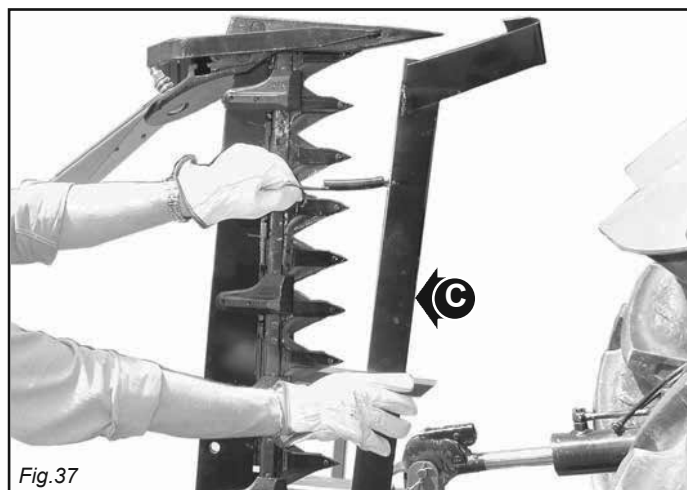

Fig. 37
- Montez les protections sur les lames et sur le sabot extérieur (C, Fig. 37).